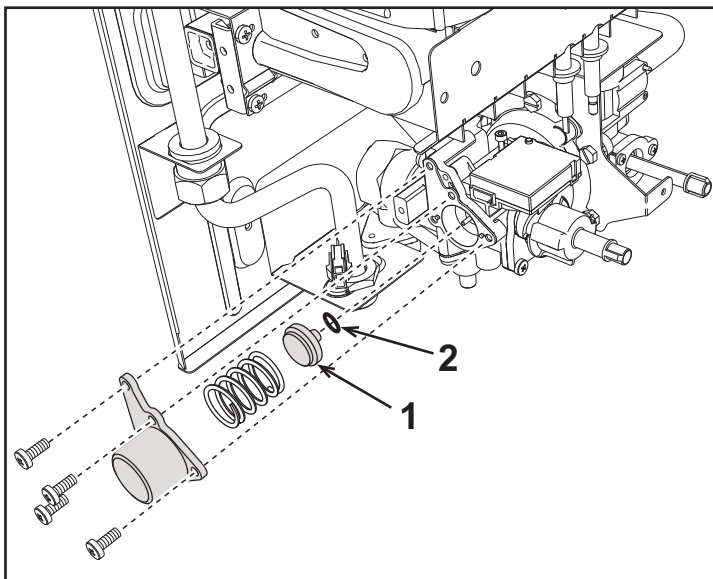

fig. 8
- Quite el muelle y sustituya el cono de modulación (1 - fig. 8) por el correspondiente al nuevo tipo de gas, comprobando que la junta (2 - fig. 8) esté bien ubicada.